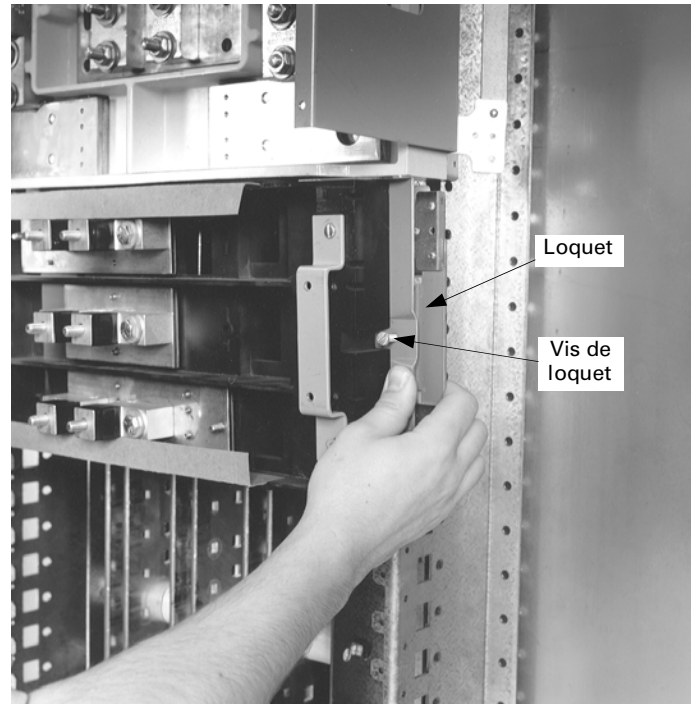

Figure 2. Préparation du module du disjoncteur pour l'installation.
2. **Préparer le module du disjoncteur.** Relâcher les vis de verrou du loquet et rétracter entièrement les loquets de rail. Aligner les doigts servant à guider sur chacune des extrémités du module avec les encoches dans les rails de l'intérieur du panneau de distribution, comme montré à la Figure 2.